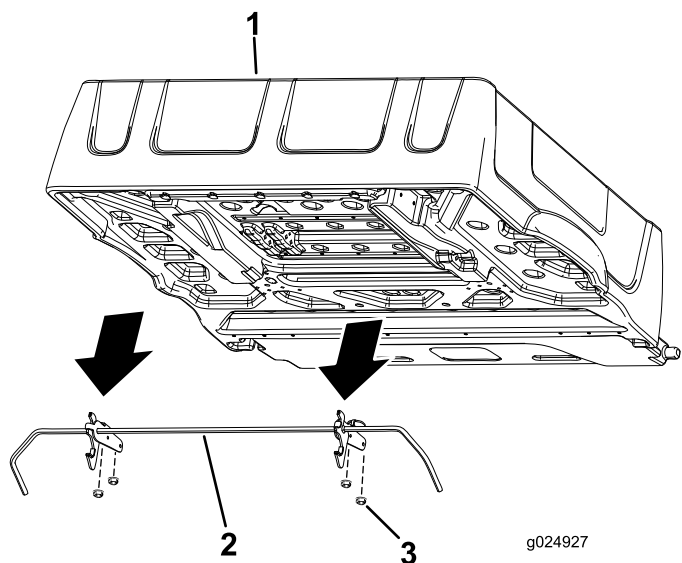

Рисунок 3
6. Отверните 4 фланцевые гайки крепления кронштейнов штоков защелки к нижней части платформы (Рисунок 3).